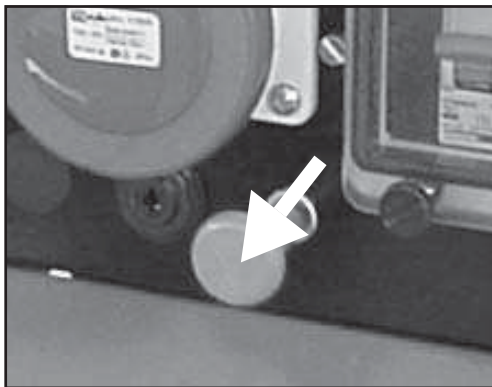

Fig. 8
3) Versione motore Ruggnerini: Tirare il pomello posto sul pannello comandi (vedi fig.8); attendere il completo spegnimento del motore; riportare la chiave sulla posizione "OFF".